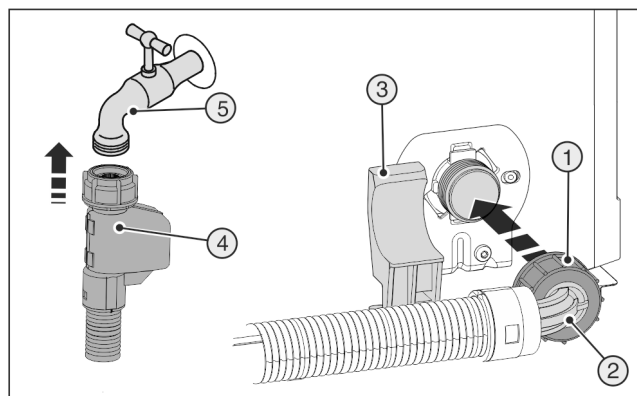

Fig. 22
- Свържете правия край на маркуча Fig. 22 (4) към спирателния кран Fig. 22 (5).